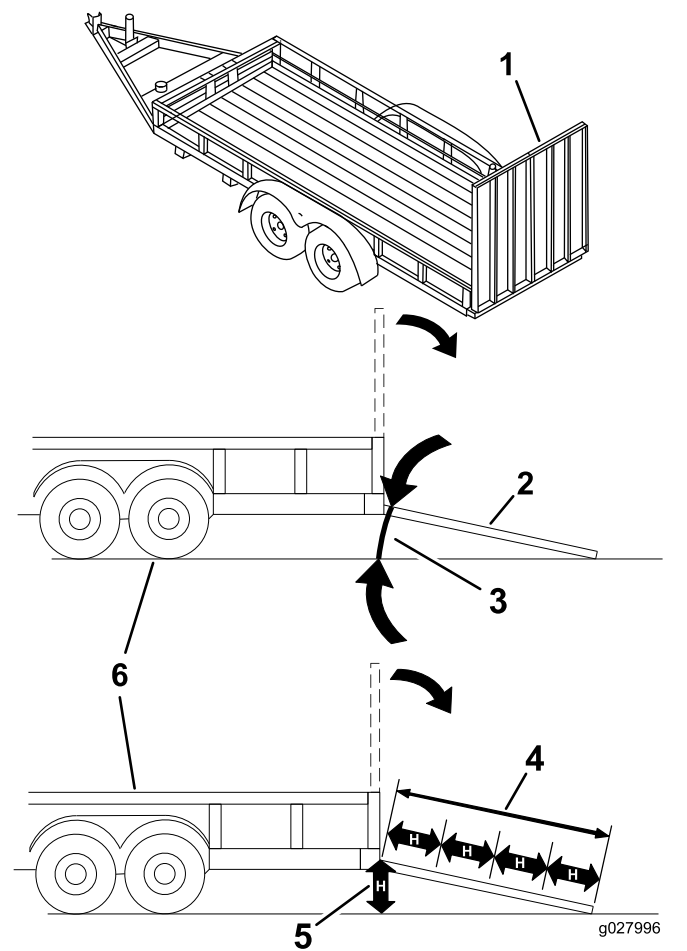

Figura 31
Colocar uma máquina num reboque ou caminhão aumenta a possibilidade de capotamento e pode provocar graves ferimentos ou morte (Figura 31).
3. Baixe a rampa, certificando-se de que o ângulo entre a rampa e o solo não é superior a 15 graus (Figura 31).
1. Baixe a rampa, certificando-se de que o ângulo entre a rampa e o solo não é superior a 15 graus (Figura 31).